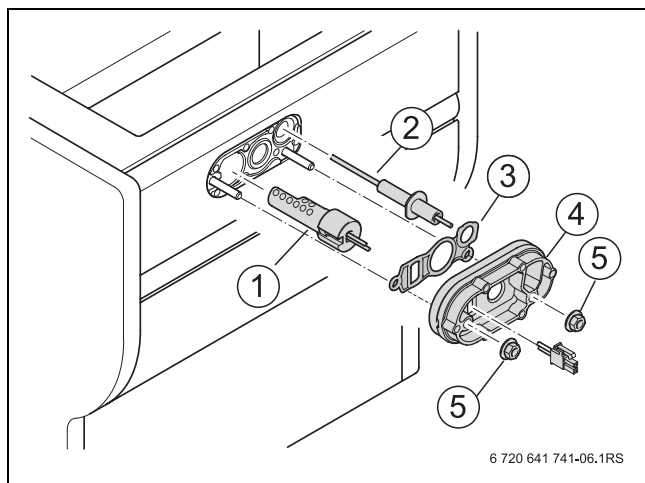

Fig. 64 Smontaggio dell'elettrodo di ionizzazione e del dispositivo di accensione ad incandescenza
- Dopo il controllo o la sostituzione dell'elettrodo di ionizzazione e/o del dispositivo di accensione ad incandescenza, inserire la nuova piastra di copertura con guarnizione (→ fig. 64, [4]) e guarnizione di gomma (→ fig. 64, [3]).
- Verificare che entrambi i dadi (→ fig. 64, [5]) siano serrati correttamente.